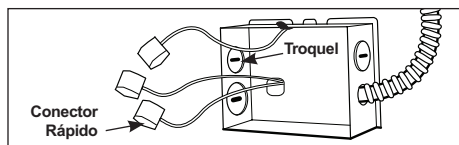

Figura 8
Paso 2. Quite la tapa de la caja de conexiones. Quite el/los troquel(es) correcto(s) para dar cabida al tipo de servicio eléctrico usado (Figura 8):